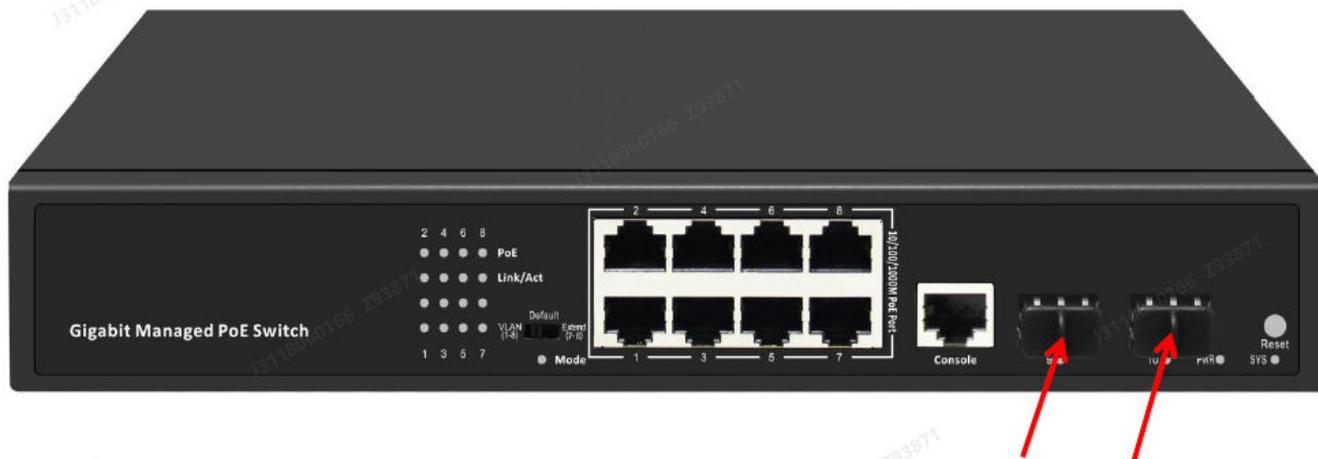

图4-10 交换机光口黑色保护塞
- a) 拔出交换机2个光口（光口9及光口10）的黑色保护塞，光口保护塞如图4-10所示。